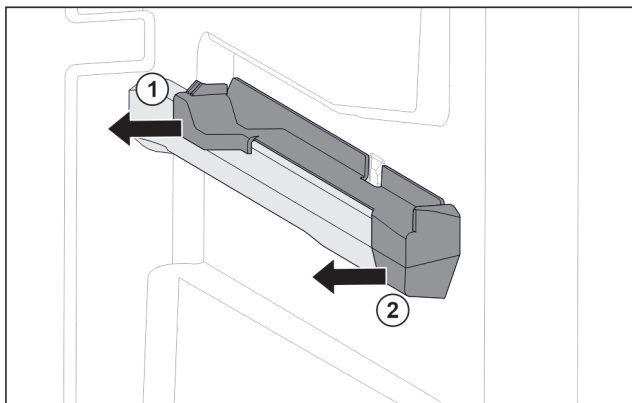

Fig. 107 Násuvný diel na pravom rebre nádoby
- Stiahnite násuvný diel vzadu do strany. Fig. 107 (1)
- Stiahnite násuvný diel vpredu do strany. Fig. 107 (2)